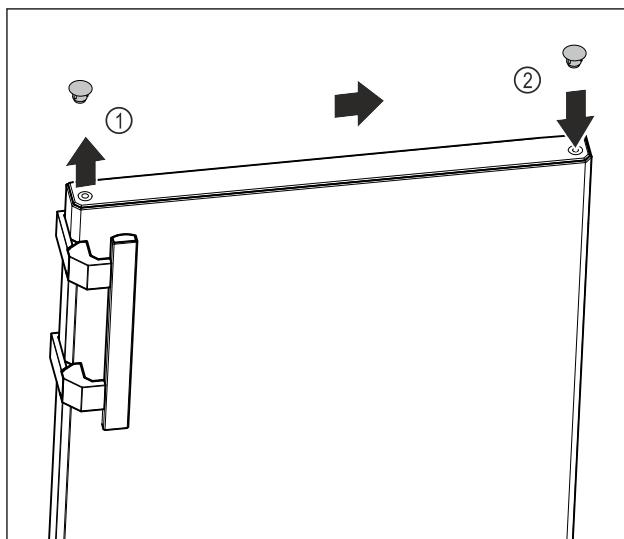

Fig. 13
- ▶ Oprezno podignite pokrovni čep na gornjoj strani vrata Fig. 13 (1) s pomoću križnog odvijača.
- ▶ Umetnите pokrovni čep na suprotnu stranu. Fig. 13 (2)